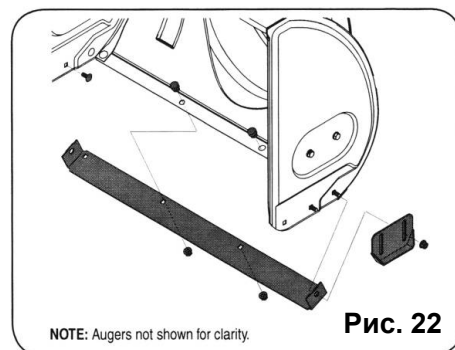

Рис. 22
1. Выверните четыре болта и шестигранные фланцевые гайки, которыми они крепятся к снегоуборочной машине (см. Рис. 22).
2. Установите новые башмаки с помощью четырех болтов (по два с каждой стороны) и шестигранных фланцевых гаек (см. Рис. 22).